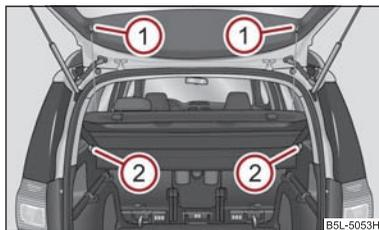

Fig. 74 Smontaggio della cappelliera
- Disimpegnare i nastri di fissaggio ① ⇒ fig. 74.
- Tirare indietro la cappelliera dai supporti ② o premerli nella zona anteriore sul lato inferiore della cappelliera.
- In fase di rimontaggio spingere dapprima la cappelliera nella sede ② e agganciare i nastri di ritegno ① sul portellone del bagagliaio.